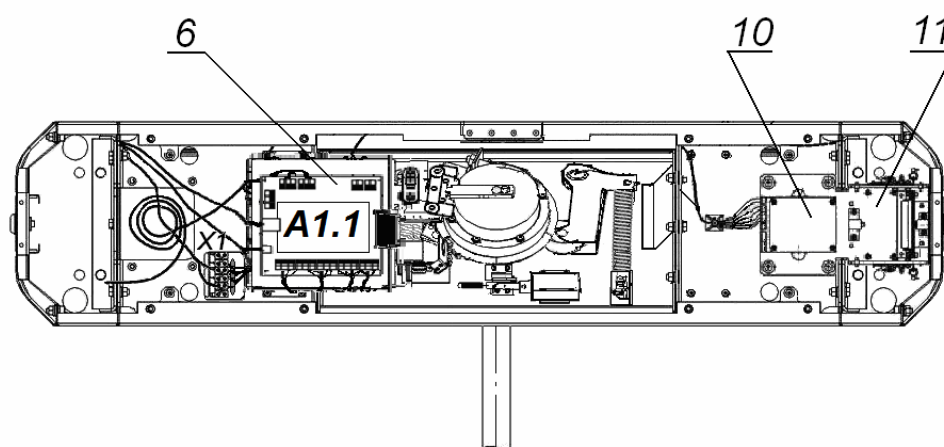

Рисунок 11. Схема прокладки кабелей в стойке ЭП
6. Подготовьте в полу отверстия под гильзы анкеров для крепления стойки ЭП. Установку и крепление стойки производите после прокладки всех кабелей в кабельном канале и внутри стойки. Схема прокладки кабелей в стойке показана на рис. 11.
7. Демонтируйте боковую заглушку (10) и выньте контейнер картоприемника (18), открыв ключом замки (11) и (19).
9. Снимите крышку стойки ЭП (3) (см. разд. 6).
10. Протяните кабели внутри стойки. Рекомендуемое расположение кабелей при прокладке внутри стойки показано на рис. 11.
14. Выполните заземление стойки ЭП в соответствии с требованиями ПУЭ («Правила устройства электроустановок»). Контакт заземления **Z1** (8, рис. 11) находится за боковой заглушкой стойки (10). Для крепления кабеля заземления на контакте используйте гайку М4.
При производстве механизм картоприемника (11, см. рис. 11) установлен со стороны считывателя №1 (А2).
1. Снимите крышку (3) в порядке, указанном в разд. 6.
2. Извлеките контейнер картоприемника (18), открыв замок (19).
3. Извлеките заглушку (10) с противоположной стороны, открыв замок (11).
4. Демонтируйте торцевые крышки (9); каждая крышка крепится двумя винтами М4×16 и двумя шурупами Ø4,2×19 снизу со стороны контейнера (18) или заглушки (10). Кабели считывателей, находящихся внутри торцевых крышек, не отсоединяйте.
7. Отсоедините кабель картоприемника от платы управления картоприемника А1 (10, рис. 11).